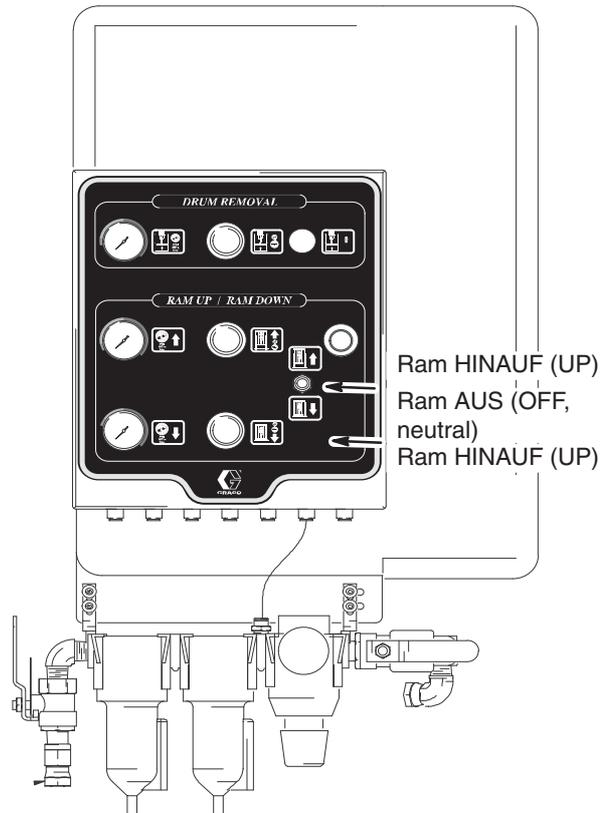

Abb. 8
5. Mit dem Ram-Handventilhebel (Abbildung. 8) die Ram in die Position UP bringen. Wenn die Ram nicht nach oben, sondern nach unten fährt, sind die Anschlüsse der Hydraulik- und Luftleitungen zu überprüfen; sie sind möglicherweise falsch angeschlossen worden.